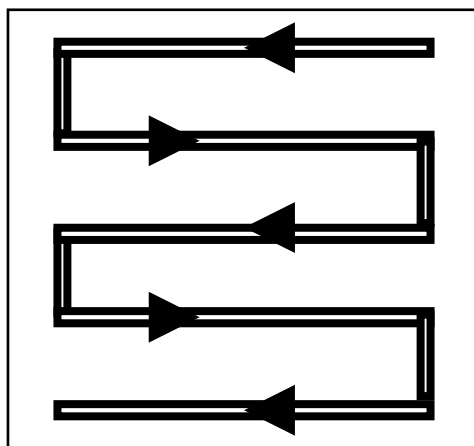

Рис. 15
12. Работайте рядами, слегка перекрывающимися друг друга. Наиболее эффективным рисунком для обработки газонов являются прямые линии вдоль одной из сторон. Это сохраняет ровность рядов и гарантирует, что весь газон будет обработан, не пропуская ни одного пятна (рис. 15).